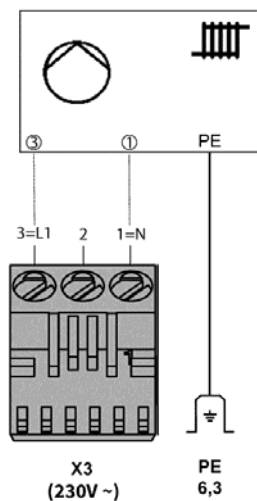

Abb. 25: Anschluss externe Heizkreispumpe
- ➔ Schließen Sie eine externe Heizkreispumpe gem. Abb. 25 am Stecker X3 an.